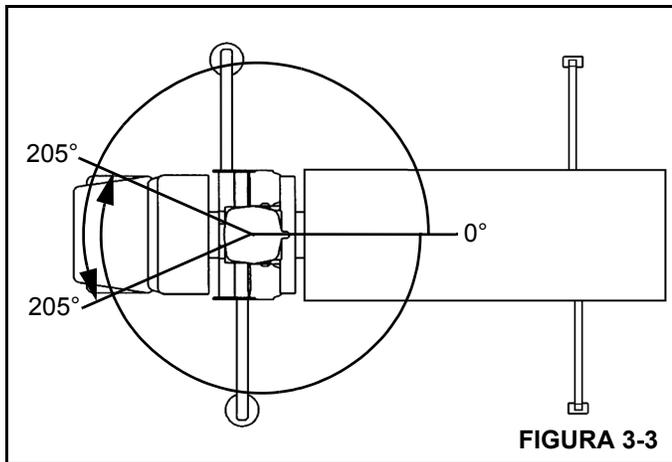

FIGURA 3-3
**NOTA:** El giro está limitado a 410° (205° a la izquierda y 205° a la derecha) (Figura 3-3).